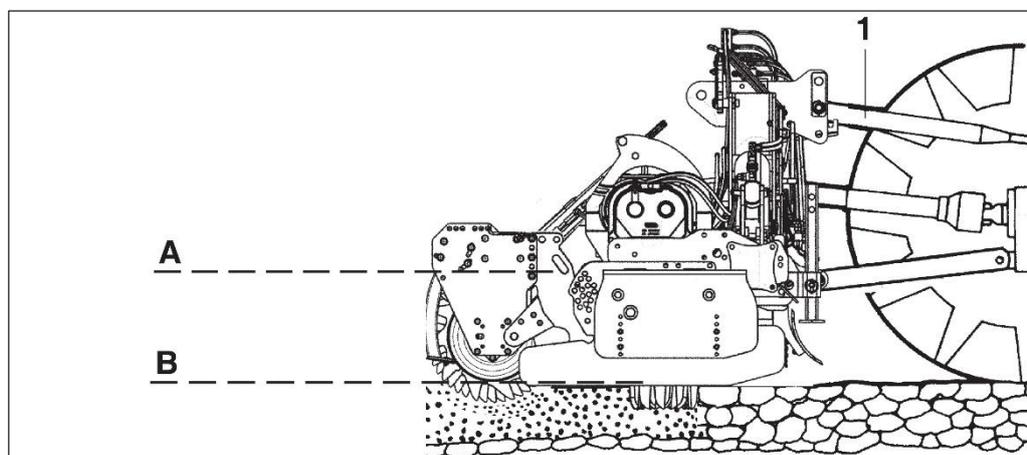

図 9
- 4) トップリンクヒッチを接続し、長さを正しく調節します(図9の1)。パワーハローの上面(図9のA)が地面(図9のB)に平行であるか確認してください。パワーハローのPTO入力軸とトラクターPTOの軸とが平行にするため非常に重要です。パワーハローを水平に設定することで、トラクターやパワーハローのPTO そのものにそれほど負担を掛けないとともに、PTO シャフトおよびパワーハローがそれほど摩耗しないようになります。